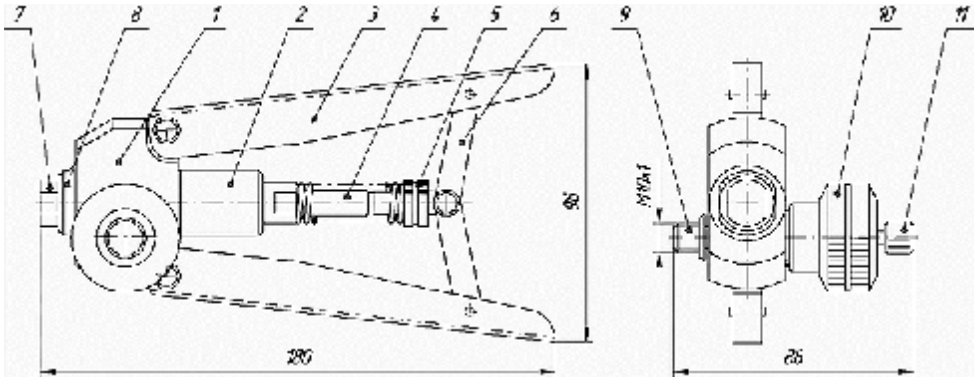

Рисунок 1
2.2.2 Для создания давления свыше 1,0 МПа рекомендуется положить насос на ровную твердую поверхность ручкой со стороны колпачка точной настройки. Придерживая насос за корпус, нажимать на верхнюю ручку (положение насоса показано на рис. 1).